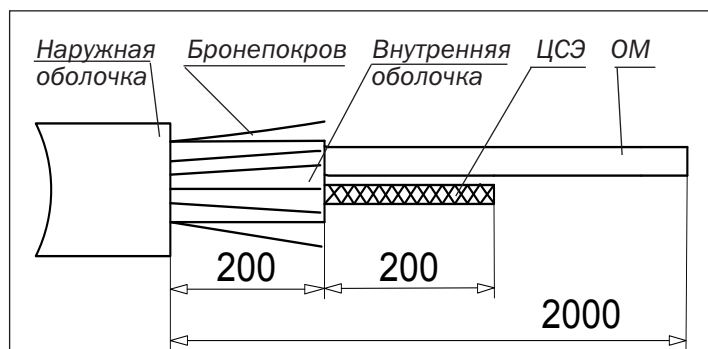

Рисунок 4.21 – Разделка ОК с бронепокровом из стальных проволок
4.3.1.9 Обрезать проволоки с помощью кусачек боковых или тросокусков на расстоянии 200 мм от среза наружной оболочки ОК (рисунок 4.21). Протереть внутреннюю оболочку ОК и проволоки ветошью, смоченной изопропиловым спиртом.